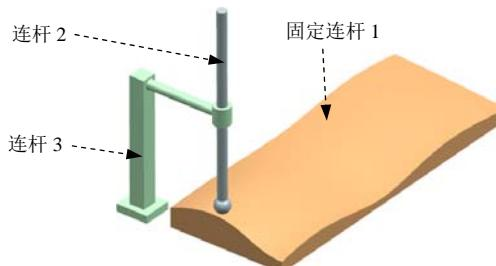

图 4.11.1 机构模型
下面举例说明点在面上副的创建过程，在图4.11.1所示的机构中，已经创建了一组仿真文件并定义了固定连杆1和其他连杆，本例模拟的是探针(连杆2)在曲面上滑动的过程。
(2) 选取图 4.11.1 所示的连杆 2 为参考连杆。